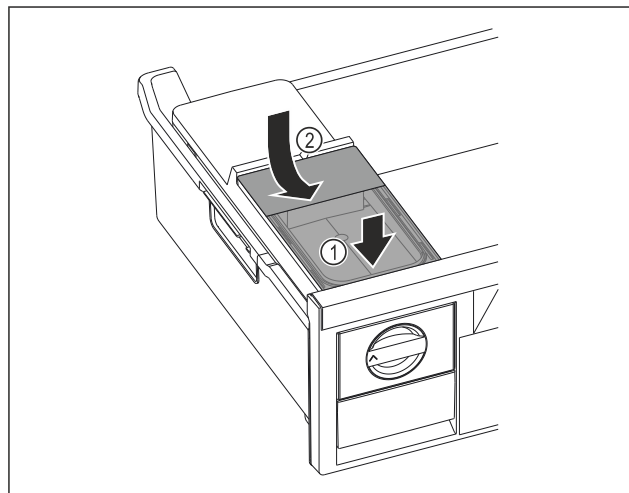

Fig. 43
- ▶ Nasadte vpředu nádržku na vodu. Fig. 43 (1)
- ▶ Spusťte nádržku na vodu vzadu dolů. Fig. 43 (2)